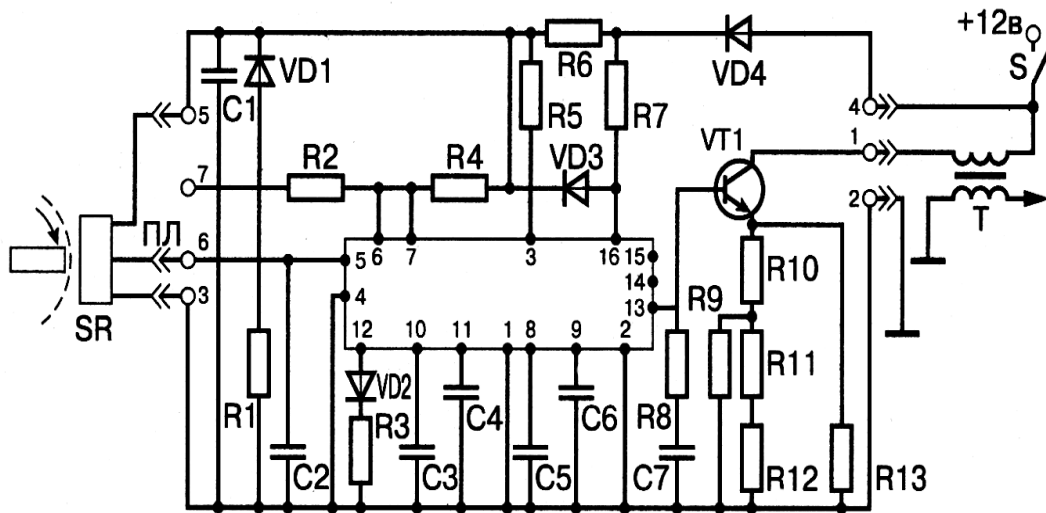

Рисунок 4.10 – Принципиальная электрическая схема зажигания с коммутатором 3620.3734
10. Опишите особенности транзисторного коммутатора с нормируемой скважностью импульсов выходного тока, рассчитанного для работы с бесконтактным датчиком на эффекте Холла (рисунок 4.10).